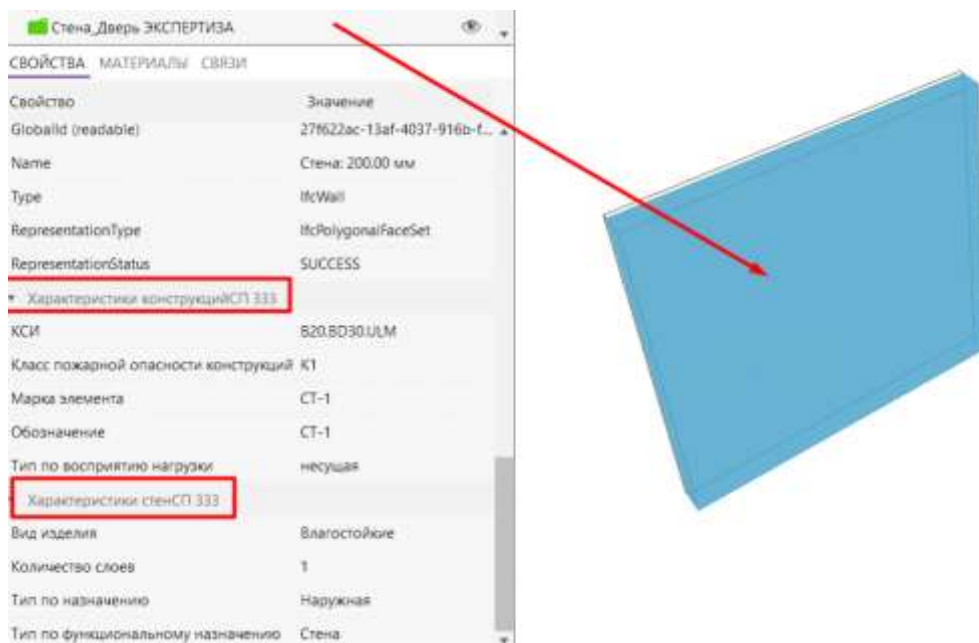

Рисунок 17.7 - Отображение свойств, по рекомендациям СП333.1325800.2020 в Pilot-BIM
7. Результат. Элемент относится к Типу ifcWall, свойства (атрибуты) разбиты на две группы «Характеристики конструкций» и «Характеристики стен» с соответствующими свойствами и значениями, рис.17.7.